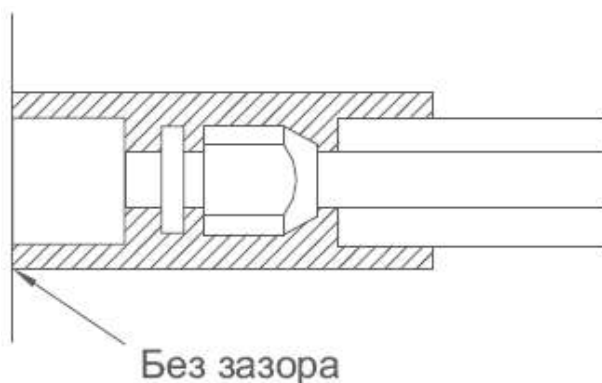

Рис. 12.12
- 6) Гайка, соединяющая блок с фреоновым трубопроводом, должна быть обернута теплоизоляционным материалом и не должна иметь зазора с поверхностью стены (рис. 12.12).